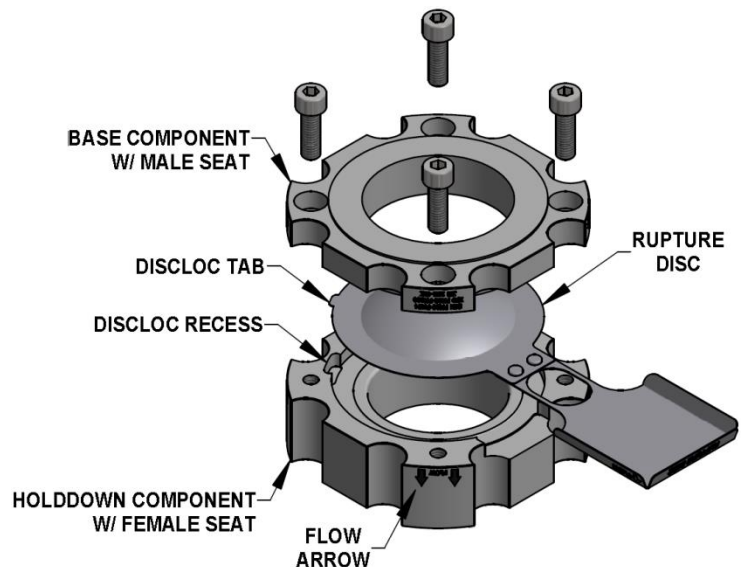

图 6 - 预扭矩型夹持器
9. 如果夹持器配置为 TQ 或 TQ+，请油（如 SAE 等级 20）润滑未涂层的螺丝钉。润滑螺纹。安装润滑的螺丝并拧紧直到凹入并紧贴于夹持器中（见图 6）。